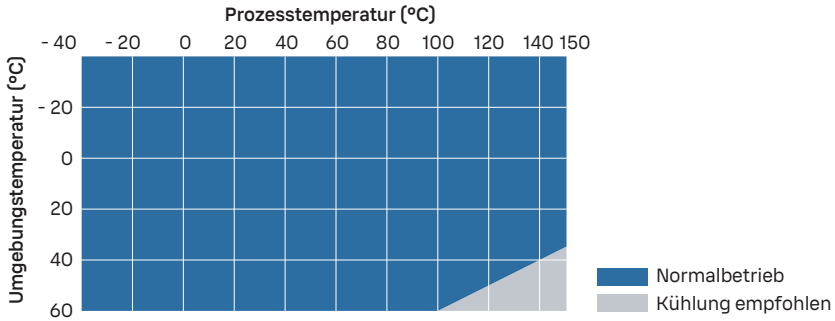

Abbildung 8 Prozesstemperatur und empfohlene Kühlung
- Verwenden Sie eine zusätzliche Kühlung gemäß Abbildung 8 \(Seite 46\). Beachten Sie, dass die Werte in der Abbildung Richtwerte sind. Die erforderliche Kühlung hängt von der Montagestelle und -umgebung ab.